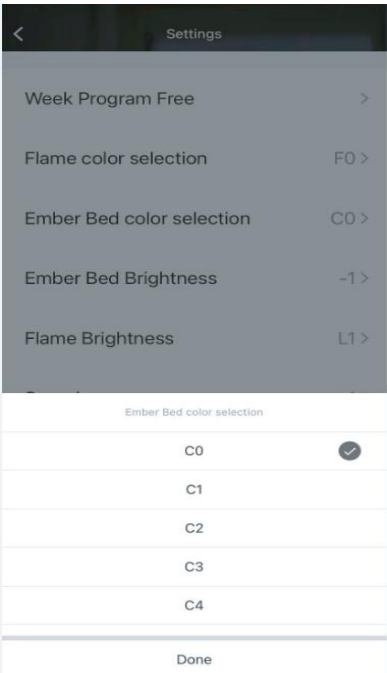

Abb. 12
7. Öffne die Glutbett-Farbwahl , dort kannst du aus insgesamt 9 Farben (C0–C9) wählen, wie in Abbildung 12 dargestellt.